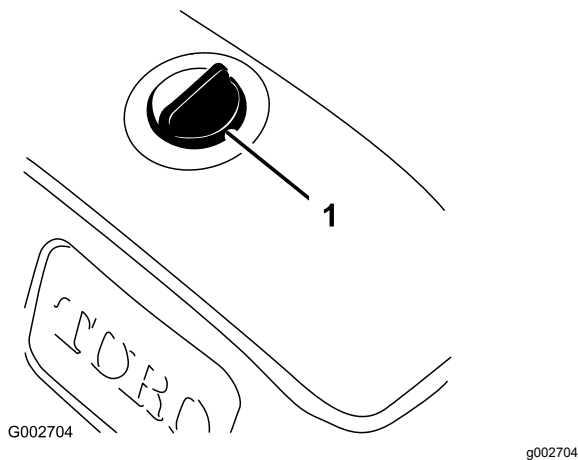

Figure 42
3. Nettoyez la surface autour du bouchon du réservoir hydraulique pour éviter que des impuretés ne tombent dans le réservoir (Figure 42).